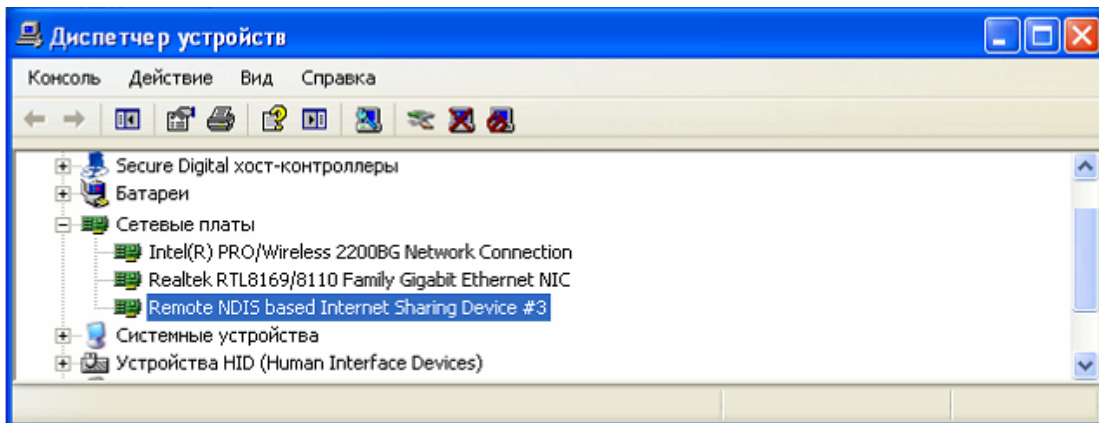

Рисунок 42
6.1.9 Убедитесь, что в «диспетчере устройств», после установки, название устройства изменилось на «Remote NDIS based Internet Sharing Device». Рисунок 42.